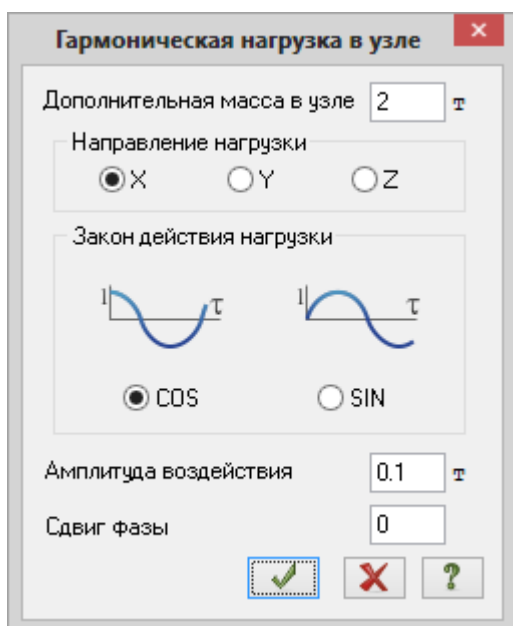

Рис.3.20. Диалоговое окно Гармоническая нагрузка в узле
- В диалоговом окне **Задание нагрузок**, щелчком по кнопке гармонической нагрузки, вызовите диалоговое окно **Гармоническая нагрузка в узле** (рис.3.20.).